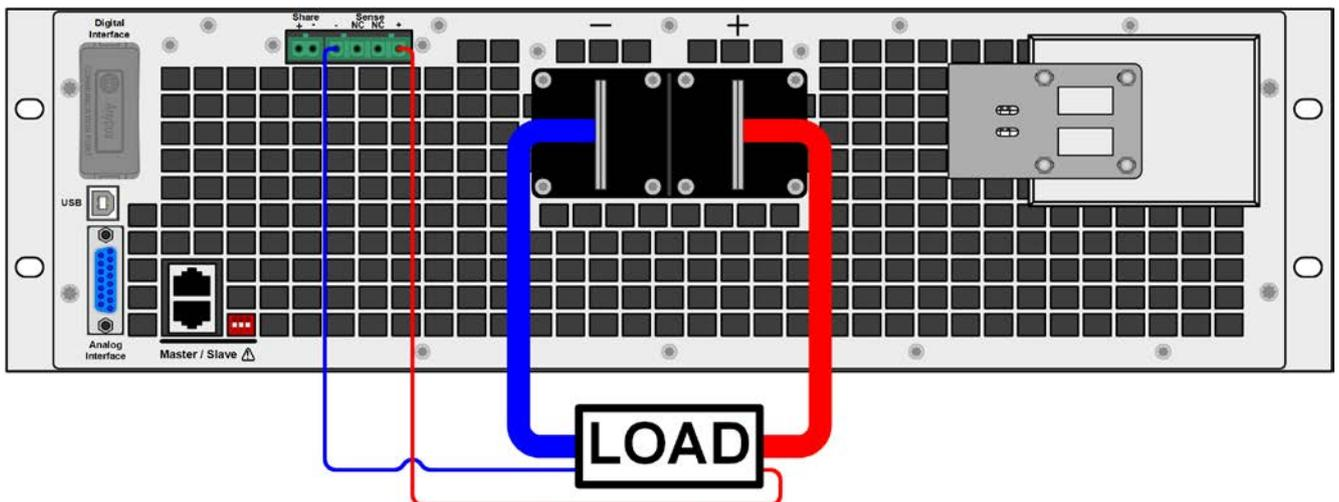

Figure 8 - Principe de câblage pour la mesure à distance sur l'unité maître
- La mesure à distance est uniquement effective en tension constante (CV) et pour les autres modes de régulation l'entrée Sense devra être déconnectée, si possible, car la connecter augmente généralement les oscillations
- Le câble + Sense doit être relié au + de la charge et - Sense au - de la charge, sinon l'entrée Sense peut être endommagée. Pour un exemple, voir *Figure 8* ci-dessous.